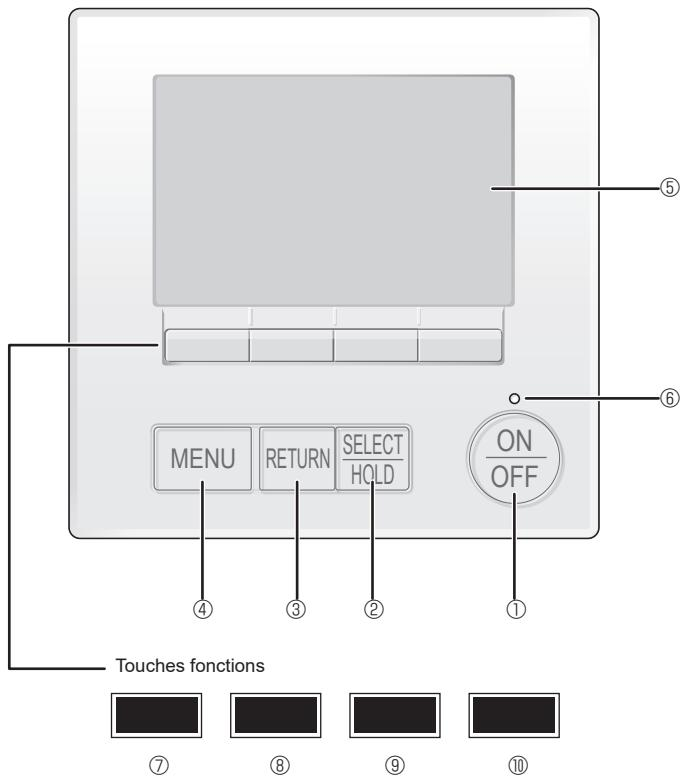

Fig. 6-1
6.2.1. À l'aide de la télécommande filaire MA (Fig. 6-1)
① Touche [ON/OFF]